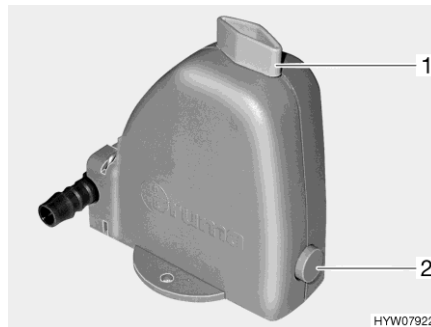

Bild 104 Säkerhets-/avtappningsventil
Värmesystemet är utrustat med en säkerhets-/avtappningsventil (Bild 104). Säkerhets-/avtappningsventilen gör så att vattnet i varmvattenberedningen inte fryser till is när det är frost och värmesystemet inte är påslagen.
- Stäng säkerhets-/avtappningsventilen. Ställ vredet (Bild 104,1) diagonalt mot säkerhets-/avtappningsventilen och tryck in tryckknappen (Bild 104,2).
- Öppna säkerhets-/avtappningsventil. Vrid då vredet (Bild 104,1) mot säkerhets-/avtappningsventilen. Tryckknappen (Bild 104,2) skjuts ut. Nu töms varmvattentanken via säkerhets-/avtappningsventilen utomhus.